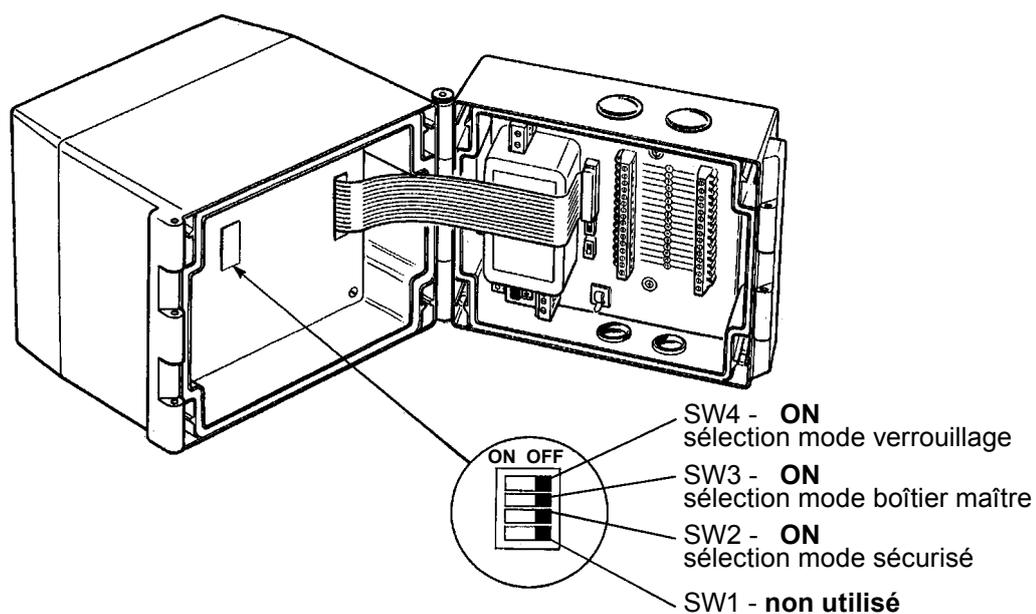

Fig. 10
Le mode mémoire est sélectionné par mise en position 'ON' du commutateur SW4 (voir paragraphe 4.1, Fig. 10). Lorsque le R16C fonctionne en mode mémoire, la LED (G) est allumée.
Pour certaines applications, une fois que le boîtier est programmé, il est nécessaire de le sécuriser pour éviter toute modification de la programmation par des personnes non autorisées. Le mode sécurité est employé dans ce cas. Ce mode est sélectionné par mise en position 'ON' du commutateur SW2. (voir paragraphe 4.1, Fig. 10).
Pour cela, un R16C doit fonctionner en mode maître (voir paragraphe 3.2.3, Fig. 10).
Le mode maître est sélectionné par mise en position 'ON' du commutateur SW3. (voir paragraphe 4.1, Fig. 10).